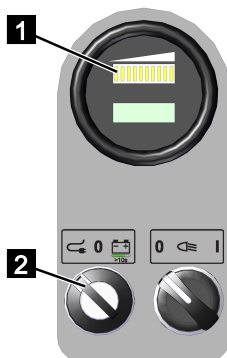

Abb. 130
1. Batterieantrieb über den Schlüsselschalter (Abb.130/2) auf batterieantrieb stellen.
2. Über die Batterieanzeige (Abb.130/1) die Batterieladung ablesen und mit der nachfolgenden Tabelle abgleichen
3. Im Display des Steuerkopfes wird angezeigt, wann die Batterie geladen werden muss (Abb.130/1).
4. Im Display der Funksteuerung erlischt der Hinweis „Batterie OK“ wenn die Batterie geladen werden muss (Abb.130/2).